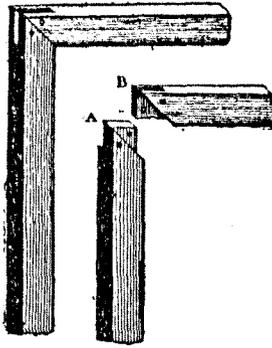
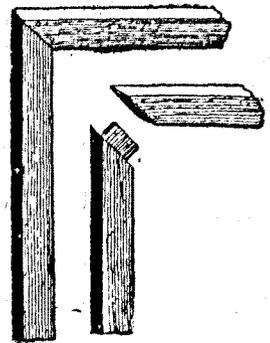

Fig. 303. — Assemblage à onglet simple.
Fig. 304. — Assemblage à onglet avec tenon.
**Assemblages d'angle.** — Les assemblages d'angle ont aussi des tenons, des mortaises, des houllices, des embrèvements. Les principaux sont l'assemblage à onglet simple (fig. 303), et l'assemblage à onglet avec tenon (fig. 304).